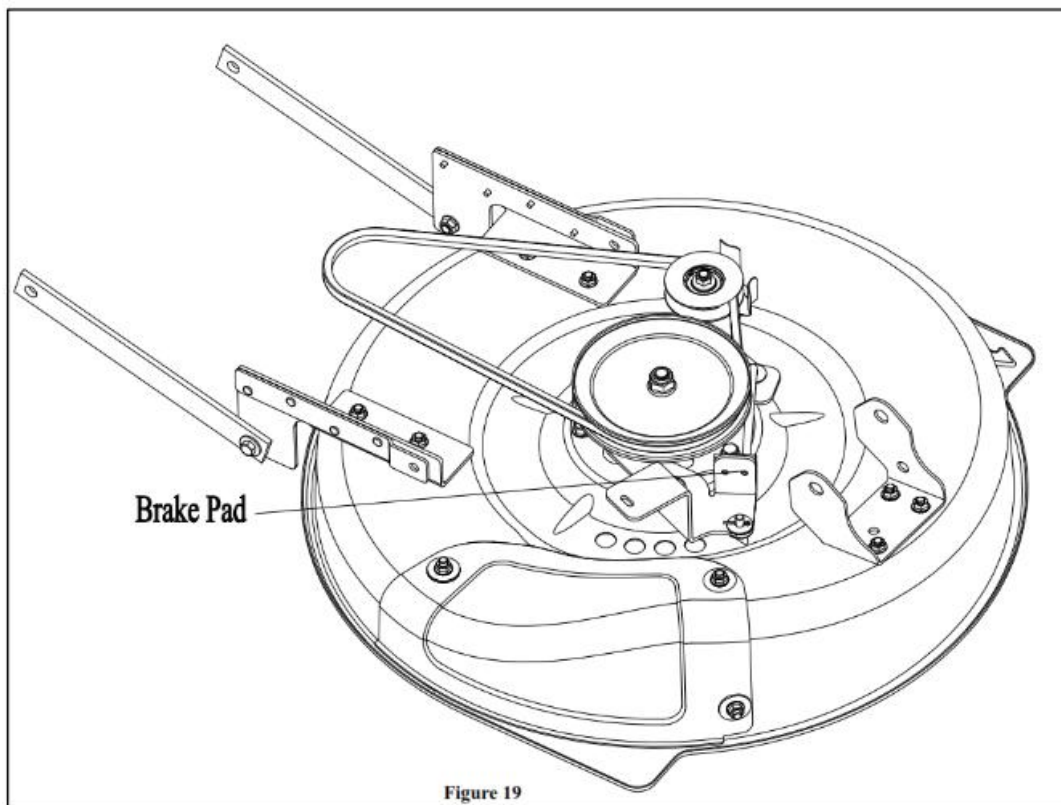

Figure 19
- 7) Vérifier le fonctionnement du frein de lame. Faites tourner la poulie avec la main. Assurez-vous que le **patin de frein** est bien appuyé contre la poulie (Fig.19).